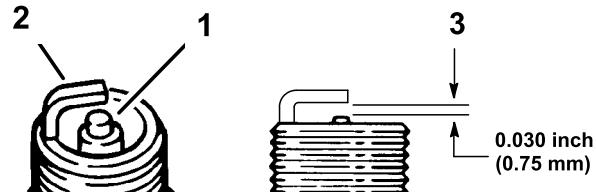

Рисунок 20
1. Осмотрите середину каждой свечи зажигания (Рисунок 20). Если на изоляторе заметен светло-коричневый или серый налет, то двигатель работает должным образом. Черный налет на изоляторе обычно означает, что загрязнен воздухоочиститель.
2. Проверьте зазор между центральным и боковым электродами (Рисунок 20). Если зазор неправильный, отогните боковой электрод (Рисунок 20).
3. Присоедините провода к свечам зажигания (Рисунок 20).